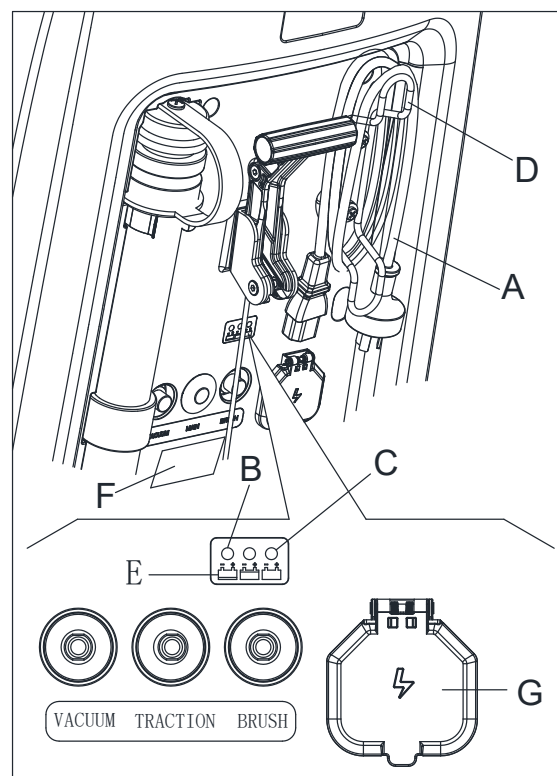

Figura 15
- Ligue o cabo do carregador (A, Figura 15) à tomada (G) (a voltagem e frequência da tomada deve ser compatível com os valores de carregamento da bateria mostrados na placa de número de série da máquina (F)). Quando o carregador estiver ligado à tomada, todas as funções da máquina são desligadas automaticamente. Se a luz de aviso vermelha (B) no painel de controlo do carregador ficar ligada significa que está a carregar as baterias.
- Quando a luz de aviso verde (C) se ligar, as baterias estão carregadas.
- Quando o carregamento terminar, desligue o cabo do carregador (A) da tomada (G) e enrole-o à volta do revestimento (D).
Para mais informação sobre a operação do carregador (E, Figura 15), consulte o Manual relevante.